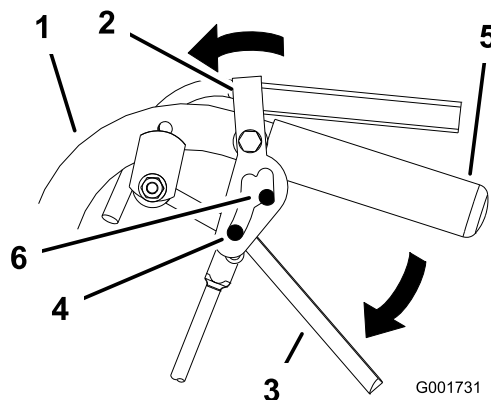

Figure 10
2. Placez les pouces sur la partie supérieure des verrous et déplacez-les en avant jusqu'à ce que les ergots soient engagés dans le cran avant (Figure 10).